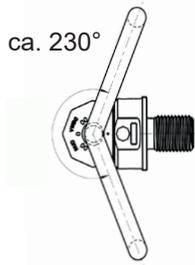

Abb. 2:
- Die Ringlasche von manuell ausgerichteten VWBG kann um ca. 230° geschwenkt werden (Abb. 2).